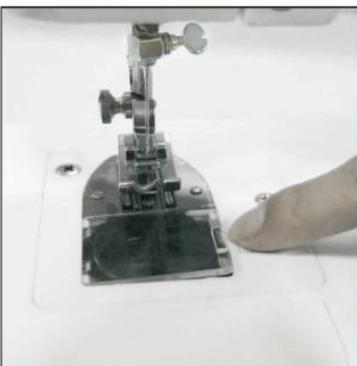

Abb. 7
- 1) Gurnite klizač poklopca donjeg navoja udesno i uklonite poklopac špulice (Abb. 7).